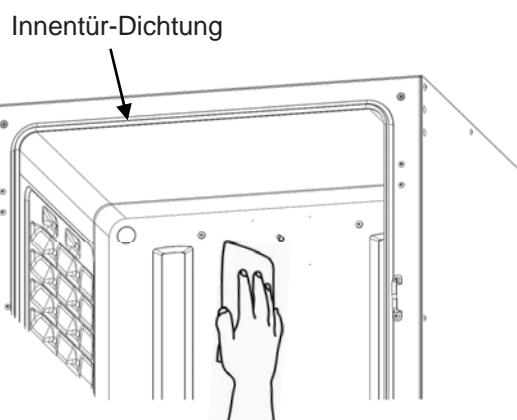

Abb. 1
2. Reinigen Sie das Innenraumzubehör, die Innenraumwände und die inneren Türdichtungen mit einem Tuch oder Schwamm, das/der mit einem auf 5 % oder weniger verdünnten neutralen Reinigungsmittel befeuchtet wurde (Abb. 1). (Bei Verwendung von unverdünntem Reinigungsmittel können die Kunststoffkomponenten Schaden nehmen. Einzelheiten zum Verdünnen finden Sie unter den Hinweisen zum Reinigungsmittel.)